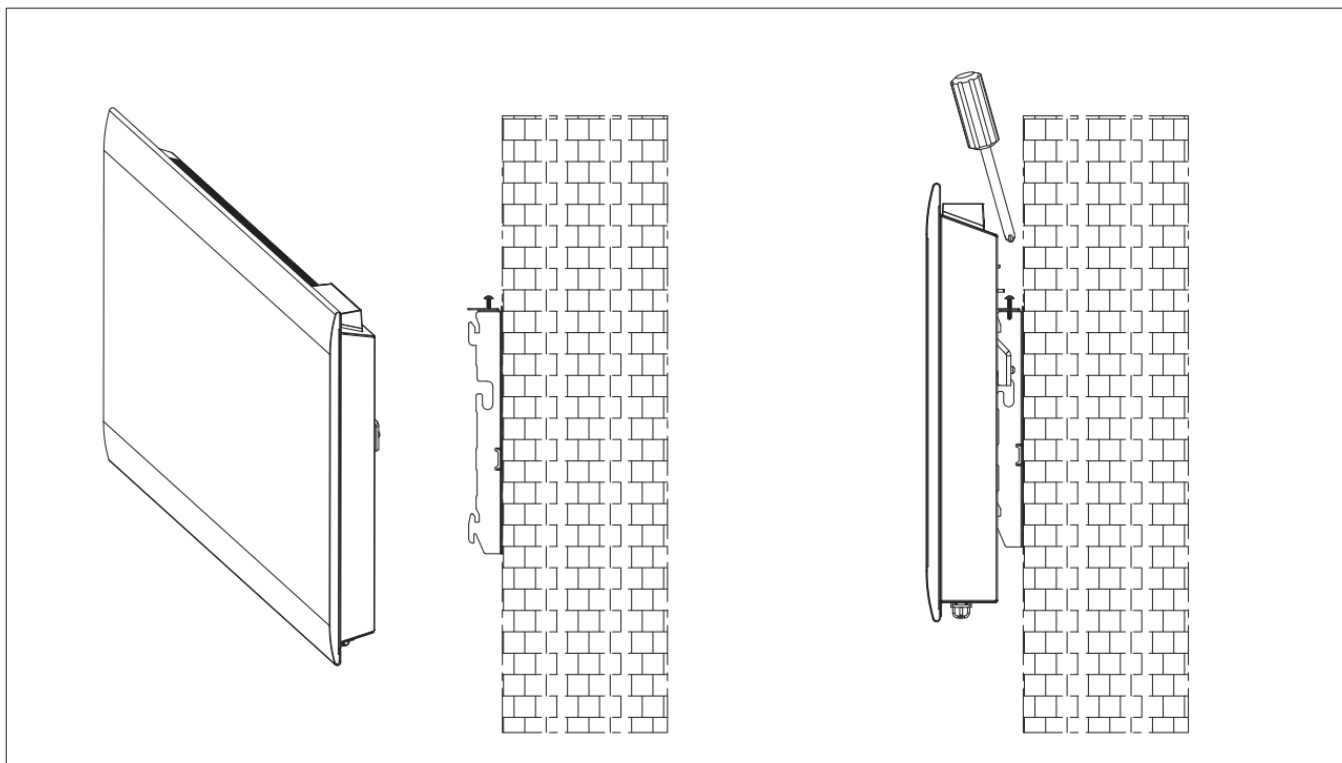

Fig 3
3. Placez le radiateur contre le support. Fixez le radiateur sur les 2 crochets vers le bas. Tirez le radiateur vers le haut tout en le maintenant dans les 2 crochets inférieurs. Fixez le radiateur sur les 2 crochets vers le haut. Tirez le radiateur vers le bas. Faites glisser les 2 pièces métalliques sur le dessus dans le trou et serrez les vis pour verrouiller le support de montage mural (Fig 3).